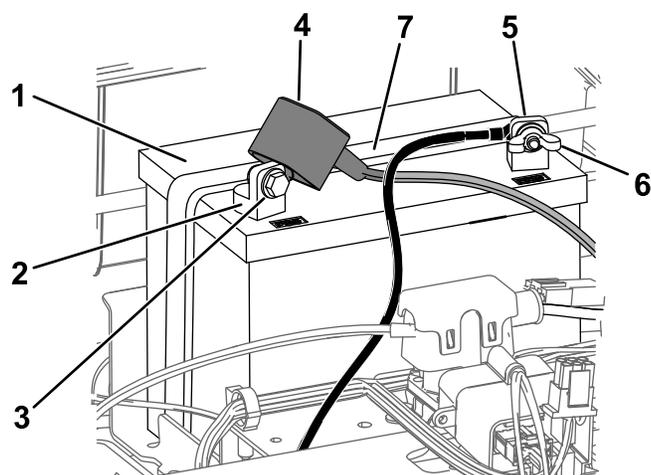

Figura 50
4. Staccate il cavo negativo (nero) di terra dal polo della batteria (Figura 50).
6. Staccate il cavo positivo (rosso) di terra dal polo della batteria (Figura 50).
7. Togliete il dispositivo di fissaggio della batteria (Figura 50) e togliete la batteria dal vassoio.
1. Posizionate la batteria nella cassetta (Figura 50).
5. Fissate la batteria con l'apposito dispositivo (Figura 50).